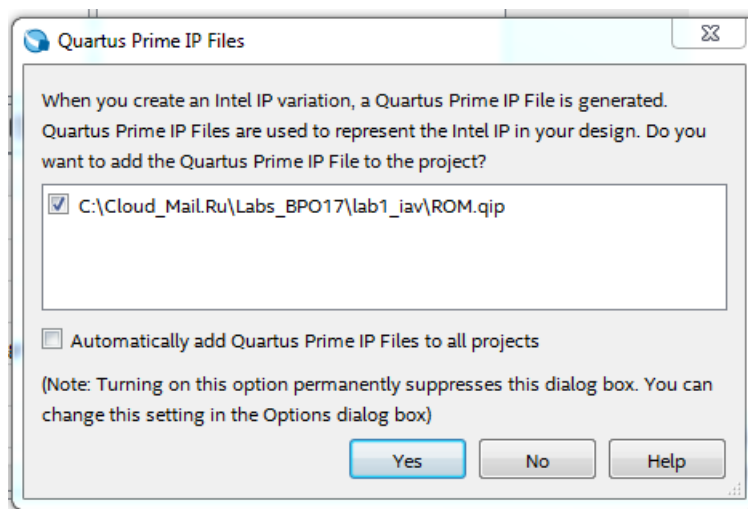

Рис. 15 Окно подключения созданного экземпляра компонента в проект
3.8. В появившемся окне “**QUARTUS Prime IP Files**”, на предложение добавить созданный компонент в проект (рис. 15), выберите «Yes».